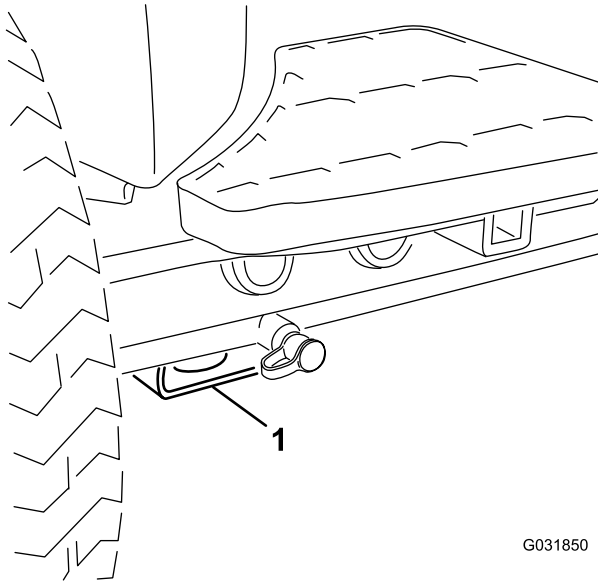

Figure 45
- **Avant de la machine** – patin rectangulaire, sous le tube d'essieu, à l'intérieur de chaque roue avant (Figure 45).